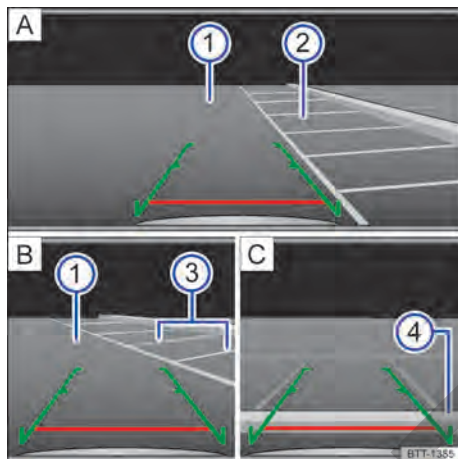

Fig. 105 Visualización del display del sistema de radar: estacionar con la cámara de marcha atrás.
Leyenda para fig. 105:
- Colocar el vehículo delante de la plaza de estacionamiento → fig. 105 **2** **A**.